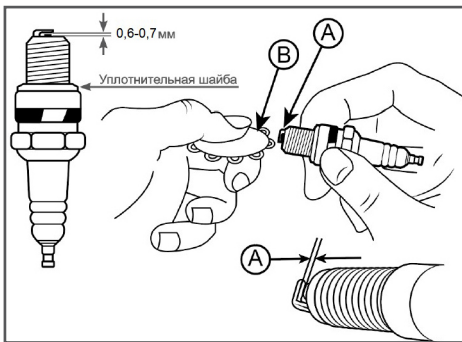

Рис.7 Проверка зазора между электродами
4. Измерьте зазор между электродами свечи зажигания специальным щупом. Зазор должен быть 0,6-0,7 мм (Рис. 7). При увеличении или уменьшении требуемого зазора рекомендуется заменить свечу, так как регулировка зазора может привести к изменению качества искрообразования.